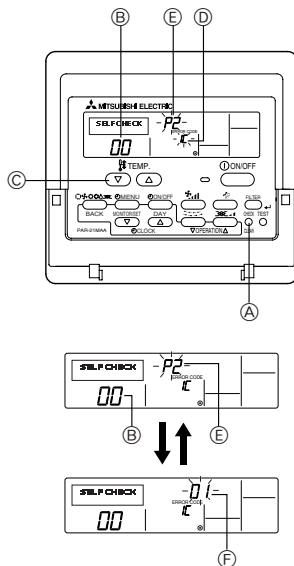

Fig. 7-2
7.3. Selbsttest (Fig. 7-2)
- ① Den Netzstrom einschalten.
- ② Die [CHECK] (PRÜFEN)-Taste zweimal drücken.
- ③ Bei Verwendung der System-Steuerung mit der [TEMP]-Taste die Kältemitteladresse einstellen.
- ④ Zum Ausschalten der Selbstprüfung die [ON/OFF] (EIN/AUS)-Taste drücken.